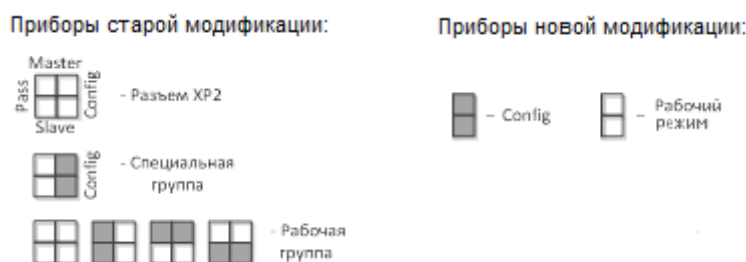

Рисунок 1. Выбор группы режимов работы «С2000-Ethernet».
Для обновления версии прибора С2000-Ethernet по RS-232 необходимо его подключить к COM-порту компьютера и перевести прибор в режим конфигурирования (положение джампера – «Config»). Положение джампера на разъеме ХР2 (рисунок 1) определяет группу режимов работы прибора: рабочую и специальную. Закрашенные квадраты соответствуют установленному состоянию джампера.
- 2) Перевести прибор в режим конфигурирования (положение джампера – «Config», см. рисунок 1);
2) Установить джампер на плате C2000-Ethernet в любое положение отличное от «Config» (см. рисунок 1);